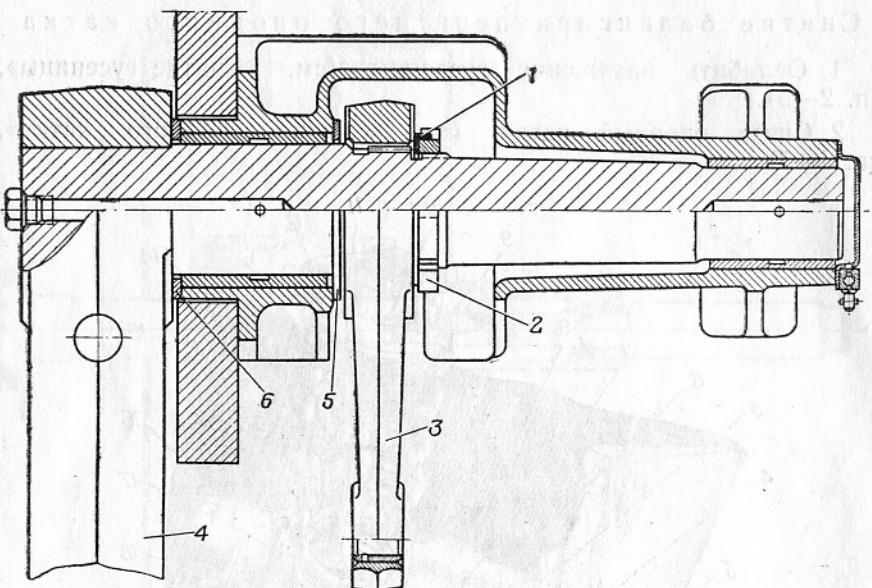

Рис. 12. Балансир переднего опорного катка:
5. Отогнуть замковую шайбу 1 (рис. 12) гайки крепления рычага 3 на оси балансира и отвернуть гайку 2.
2. Надеть на ось балансира регулировочные кольца 6 (рис. 12). Вложить в кронштейн оси балансира регулировочные кольца 5, рычаг 3, шайбу 1 и гайку 2.